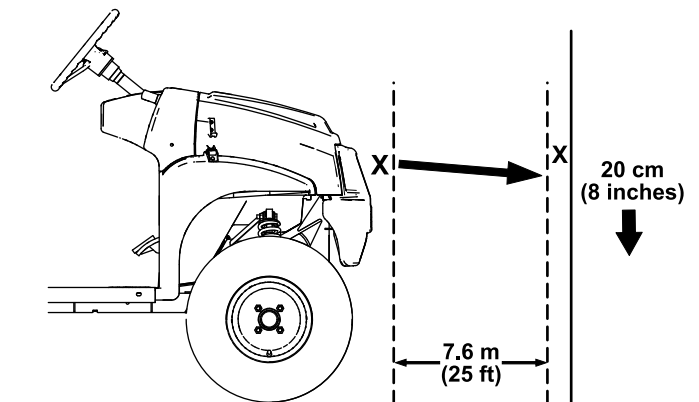

Bild 50
- Stellen Sie die Maschine auf einer ebenen Fläche ab, dabei sollte der Abstand der Scheinwerfern ca. 7,6 m von einer Wand entfernt sein (Bild 50).
Der hellste Teil des Scheinwerfers sollte 20 cm unter der Markierung an der Wand liegen (Bild 50).